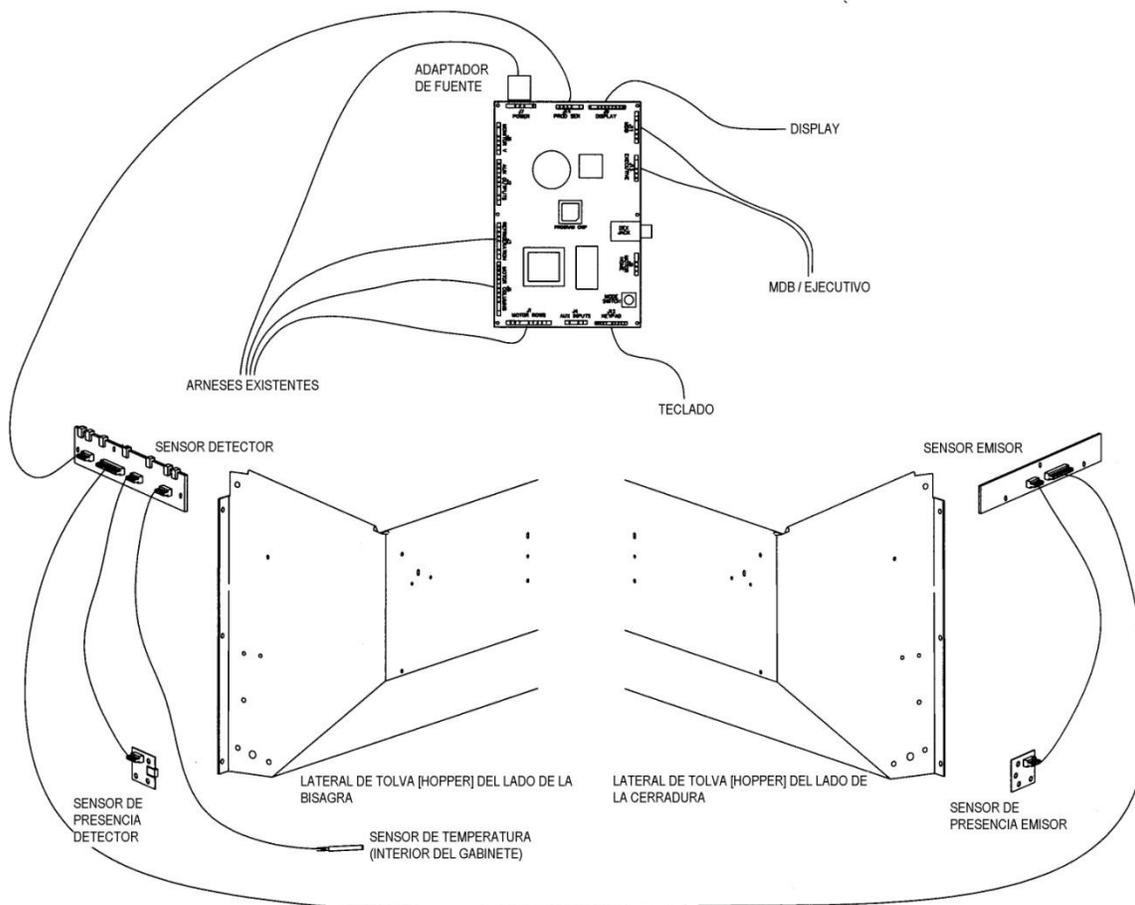

Figura 9 CONEXIONES DE LOS ARNESES PARA SENSIT@ 3
39. Reconecte el resto de los arneses a la Tarjeta de Control SENSIT® 3. Asegúrese de conectar todos los arneses en su lugar adecuado y que los conectores de los mismos están firmemente conectados. Consulte la Figura 9.